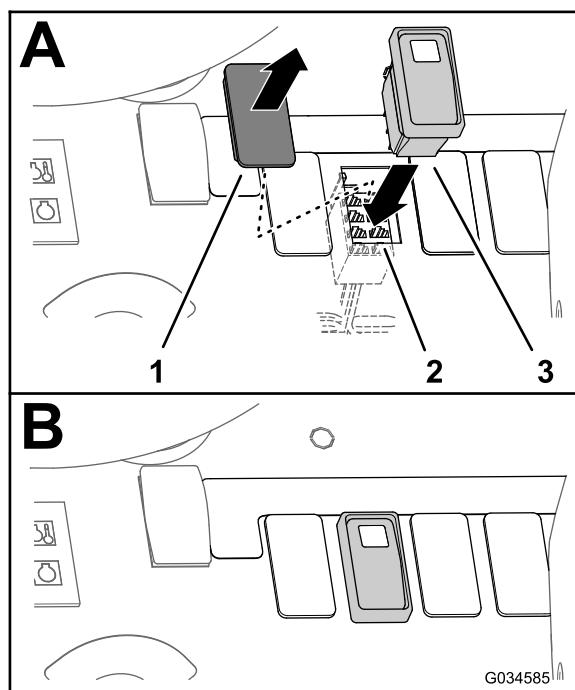
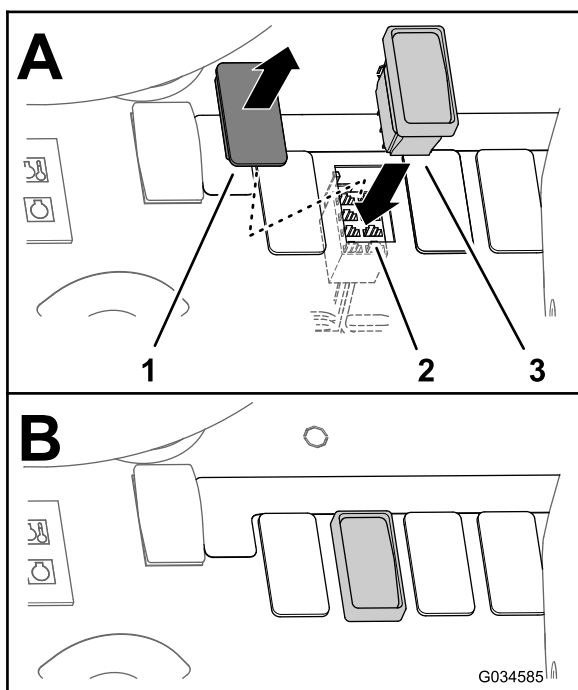

Figura 29
Figura 30
1. Retire a ficha do interruptor do depósito de lavagem do painel de instrumentos (Figura 29 ou Figura 30).
3. Encaminhe o conector de 8 tomadas para o orifício aberto no painel (Figura 29 ou Figura 30).
4. Ligue o interruptor de 3 posições ao conector de 8 tomadas através do painel de instrumentos (Figura 29 ou Figura 30).
5. Insira o interruptor de 3 posições na abertura no painel de instrumentos até o trinco do interruptor ficar bem preso no painel (Figura 29 e Figura 30).